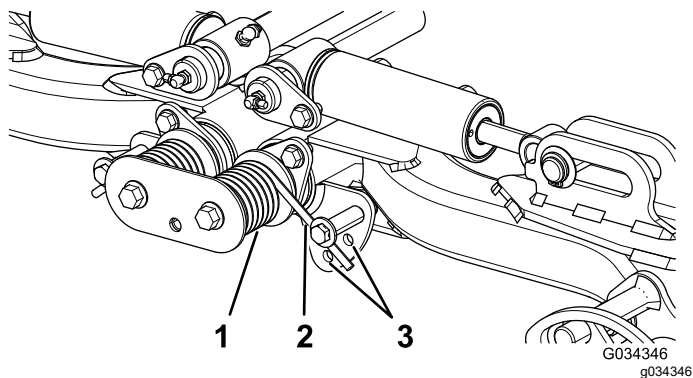

Figura 38
2. Coloque un tubo u otro objeto similar sobre el extremo largo del muelle para aliviar la tensión durante el ajuste (Figura 38).
- Para aliviar la tensión del muelle, retire el perno y la contratuerca que sujetan el actuador del muelle al soporte (Figura 38).